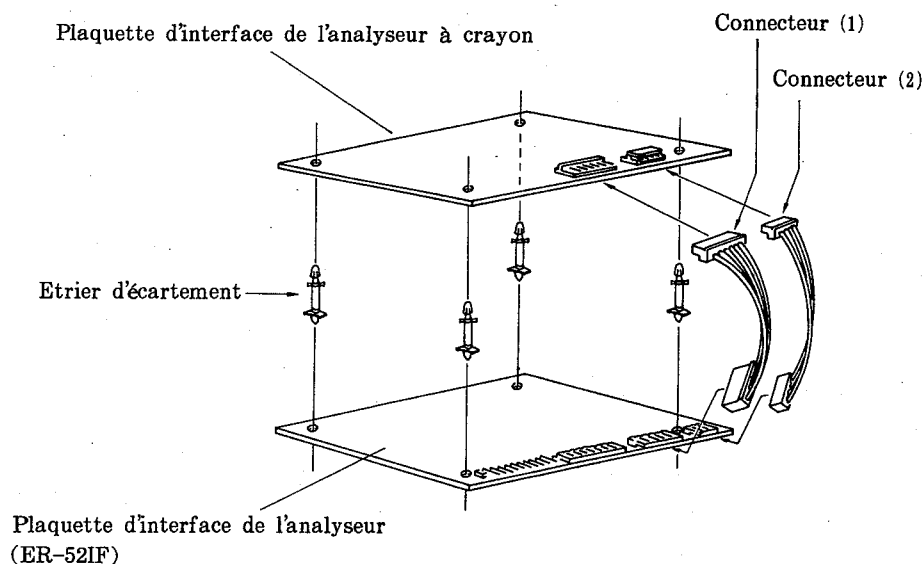

Fig. 51
(Voir la Fig. 51.)
- (4) Fixer la plaquette d'interface de l'analyseur à crayon (ER-67PN) aux étriers d'écartement de la plaquette d'interface de l'analyseur, et raccorder les connecteurs (1) et (2). (Voir la Fig. 51 ci-dessus.)
- (5) Raccorder la plaquette d'interface de l'analyseur sur la plaquette d'application.